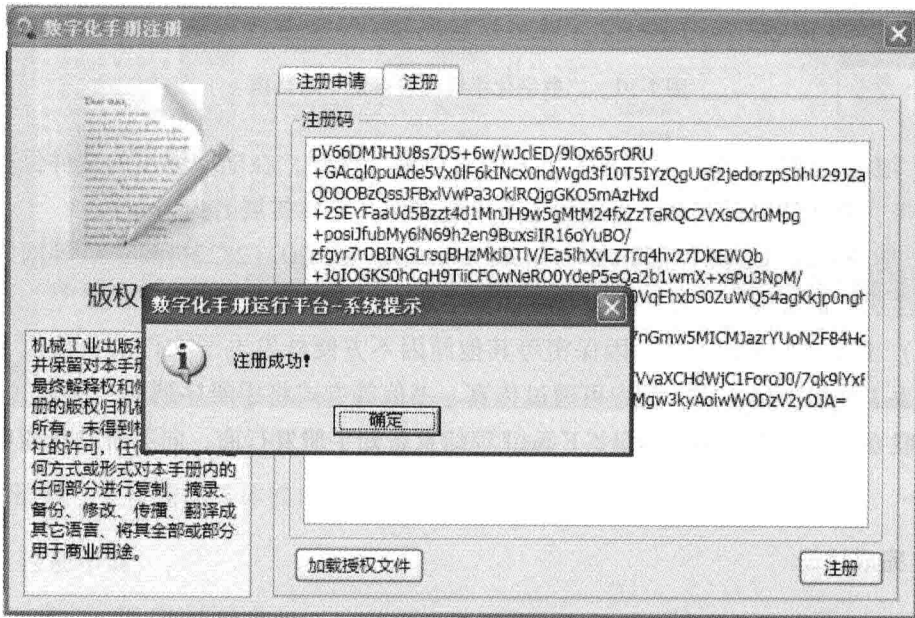

图 1-12 “注册成功”信息提示框
2) 注册通过后，数字化手册浏览器将显示“注册成功”的信息提示框，如图 1-12 所示，表示用户已取得授权。单击“确定”按钮，即可正常使用数字化手册。